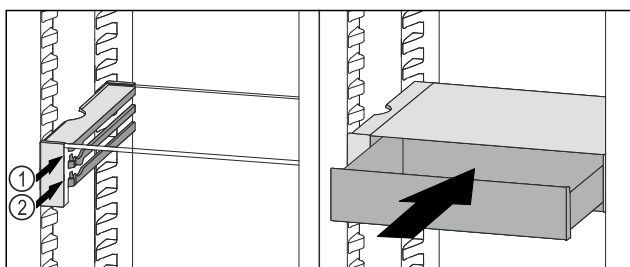

Fig. 207
- ▶ Założyć szufladę VarioSafe za stoperami na wybranych żebrowach Fig. 207 (1) lub Fig. 207 (2).